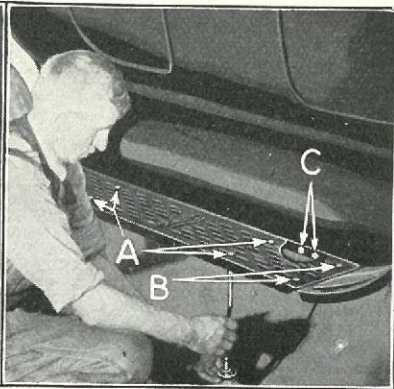

Fig. 6
- (a) Udtag de 4 Trinbrætsbolte (Fig. 6-A).